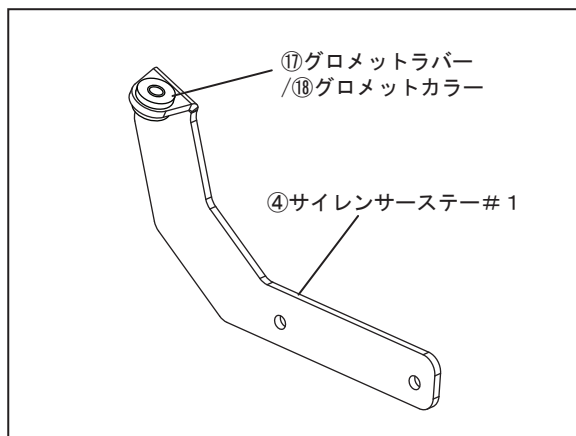

FIG. 5
5. ④サイレンサステー#1に⑪グロメットラバー、⑬グロメットカラーを取り付けて下さい。(FIG. 5 参照)